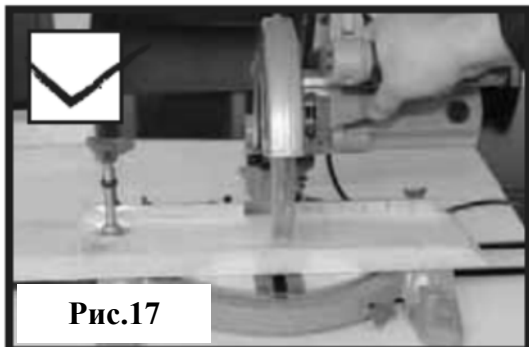

Рис.17
**Как правильно использовать зажим при маятниковом распиле (рис.17,18)?**